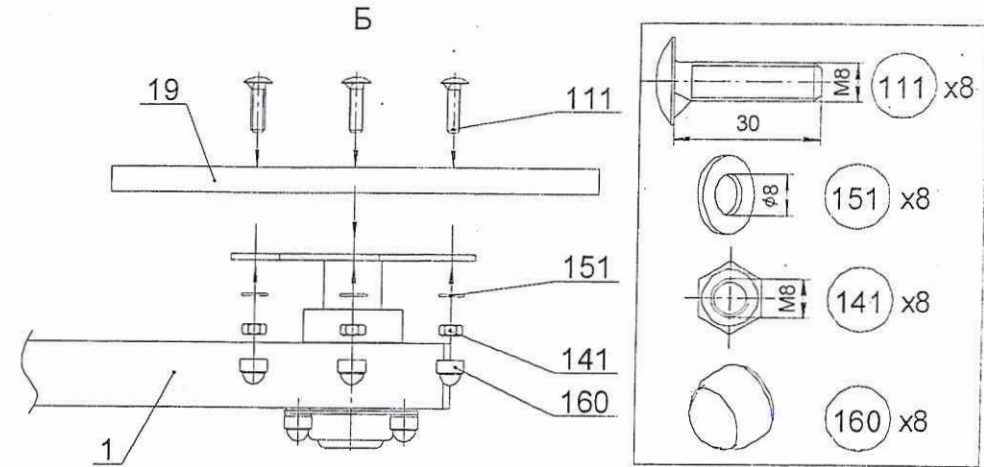

Рис.8
9.3.3.2 Установить и закрепить диски поз.19 (рис.8)